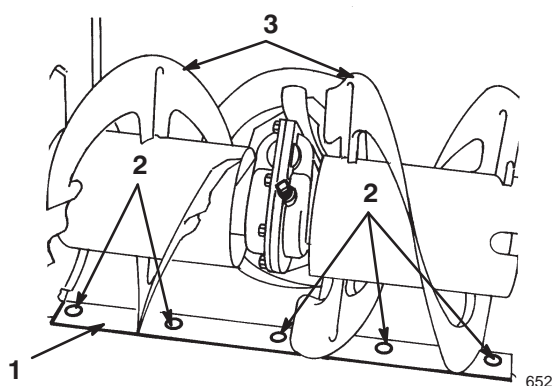

Figure 20
6. Placez un support sous les lames de la tarière pour qu'elles se trouvent à 3 mm du sol (Fig. 20).
8. Pour corriger la position de la lame racleuse, desserrez les 5 vis de montage (Fig. 20), mettez la lame de niveau à la hauteur voulue et resserrez les vis.